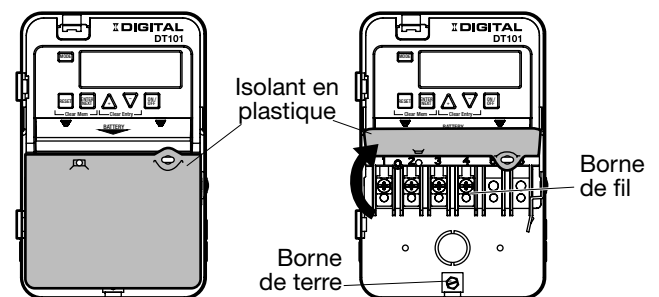

FIG. 4 Isolant en plastique et bornes de fil
1. Levez le côté gauche de l'isolant en plastique du support coulissant et faites-le pivoter vers le haut pour l'écarter afin de pouvoir accéder au bornier. Voir la FIG. 4.
4. Connectez le fil de terre vers la borne de mise à la terre en bas du boîtier. Voir la FIG. 4.